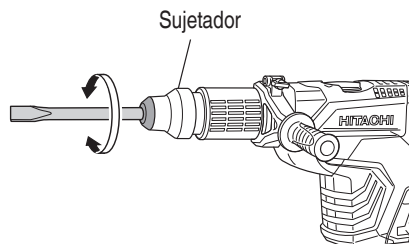

Fig. 10
- (b) Gire el mango o la herramienta como se ilustra en la Fig. 10 y fije la herramienta en la dirección de trabajo deseada.